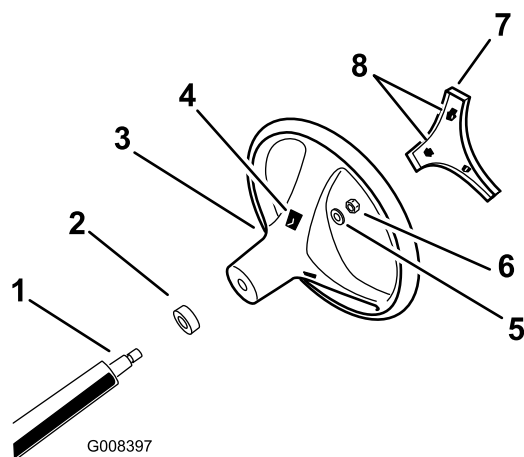

Figura 3
4. Fixe o volante ao eixo, utilizando a porca de bloqueio (Figura 3). Aperte a porca de bloqueio com uma força de 24 a 91 N·m.
5. Alinhe as patilhas da tampa com as ranhuras no volante e coloque a tampa no volante (Figura 3).